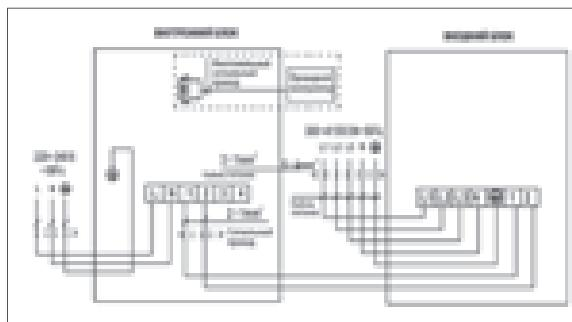

Рис. 8
2. Каждый провод окончательно специальными наконечниками, установите их на очищенные от изоляции проводники и обожмите клеммами. Подготовленный кабель подключите согласно схеме (рис. 8).